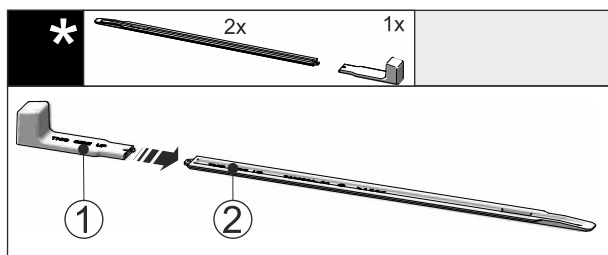

Fig. 54
▶ Uchwyt montażowy Fig. 54 (1) podłączyć do szyny niwelującej Fig. 54 (2).